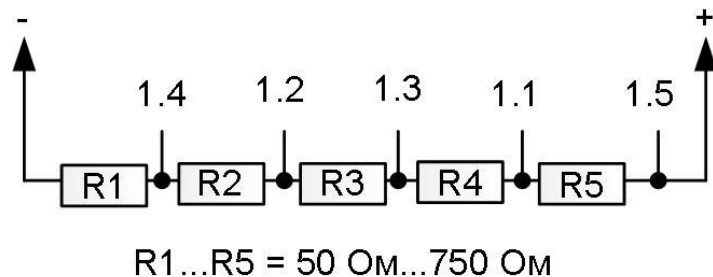

Рис. 9. Схема имитатора для проверки МКА4+
6. В случае применения в системе мониторинга датчика тока ДТ1 установить джамперы J14, J17. Отключить имитатор от кабелей Н. Подключить имитатор к разъему кабеля Т согласно рис. 9. (1.x означает, что этот проводник можно подключить к любой точке 1.1...1.5 имитатора). Отключить кабель Н от разъема 5 МКА4+. Подключить кабель Т с имитатором на конце к разъему 5 МКА4+. Убедиться в верном выполнении пп.4.4. раздела 4. При необходимости выявить причину неполадки и по возможности устранить.